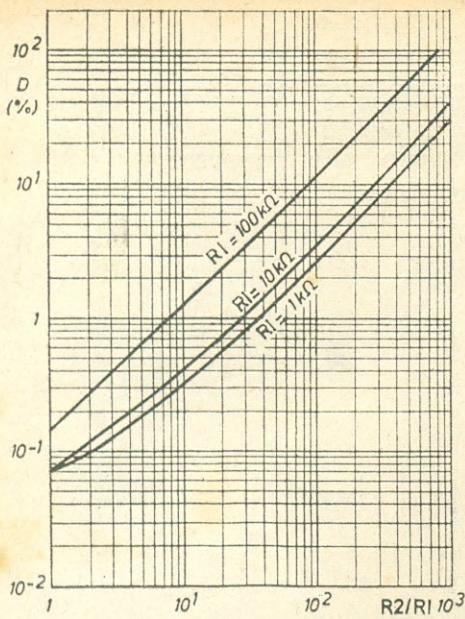

FIG. 2 — Com ajuda deste gráfico, válido para o C.I. operacional TAA241, é possível determinar D (%) de maneira simples, porém muito precisa.
Na Fig. 2 temos o diagrama esquemático do sintonizador de FM. O sinal proveniente do bloco de sintonia (10,7 MHz) é aplicado, via C1, ao pino 1 do C.I. No pino 15 é disponível uma tensão para C.A.G., sendo que R2 deverá ser escolhido de forma a satisfazer as condições particulares do circuito, caso seja empregado bloco de sintonia de outra marca.
Empregando-se um amplificador real, o ganho real de malha fechada será diferente de $-(R_2/R_1)$, diferença esta que aumentará com a frequência. A diferença D , entre o ganho real e o ganho ideal de um amplificador operacional TAA241, por exemplo, é dada na Fig. 2. No eixo vertical, vemos a escala D , em percentagem, de 10^{-2} (1/100) a 10^2 (100). Em baixo, no eixo horizontal, acha-se a relação R_2/R_1 , de 1 a 10^3 (1.000). Como parâmetro, têm-se três valores de R_1 : 1 kΩ, 10 kΩ e 100 kΩ.
A utilização do gráfico da Fig. 2 é muito simples e conduz a uma determinação muito precisa de $D(%)$. Com efeito, conhecendo R_1 e tomando para D um valor dado, pode-se determinar sobre a curva correspondente a R_1 a relação R_2/R_1 , calculando-se facilmente o valor de R_2 . Por exemplo, para $D = 1\%$ e $R_1 = 100 \text{ k}\Omega$, acharemos no eixo horizontal da Fig. 2 uma relação $R_2/R_1 = 8$. Logo, $R_2 = 8R_1 = 800 \text{ k}\Omega$.